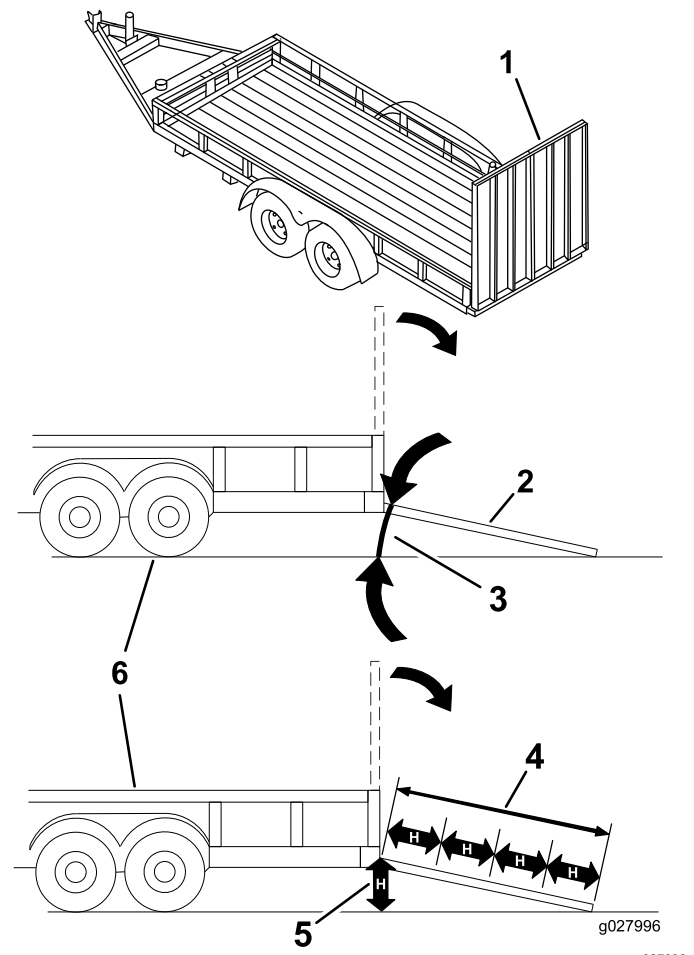

Figure 37
Le chargement de la machine sur une remorque ou un camion augmente le risque de basculement, et donc de blessures graves ou mortelles (**Figure 37**).
3. Abaissez la rampe pour que l'angle avec le sol ne dépasse pas 15 degrés (Figure 37).
1. Abaissez la rampe pour que l'angle avec le sol ne dépasse pas 15 degrés (Figure 37).